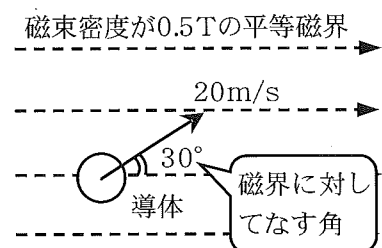

図6
- (3) 磁束密度が 0.5T の平等磁界内に長さ 80cm の直線導体を磁界と垂直に置き、これを図6のように磁界に対してなす角が 30° の向きに速度 20m/s で動かした。この導体に発生する誘導起電力は何 [V] か。最も適するものを、次の解答群1～5から選びなさい。解答番号は (9)。